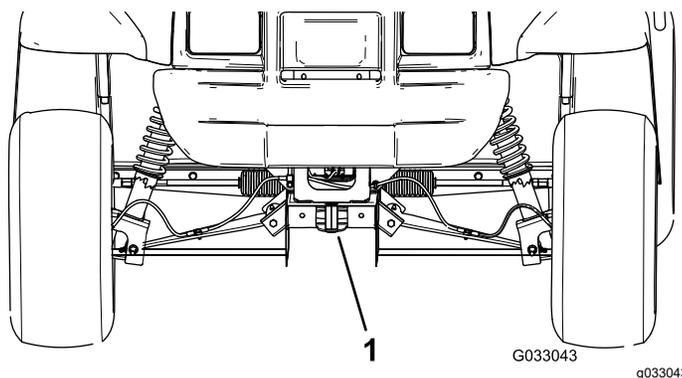
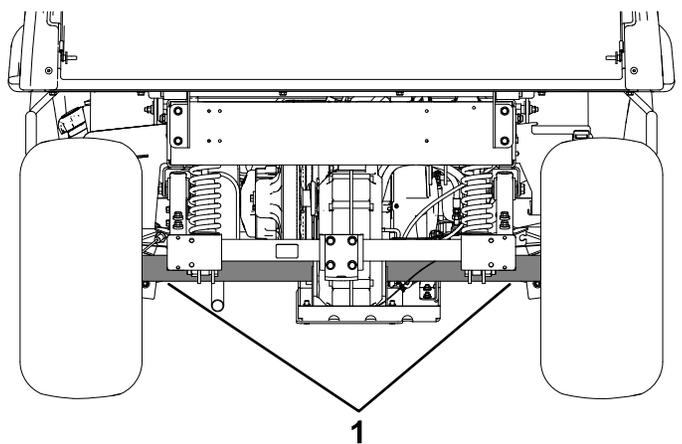

Figura 17
Figura 18
Consulte en la Figura 17 y Figura 18 la ubicación de los puntos de amarre de la máquina.
2. Conecte un cable de remolque al punto de remolque, en la parte delantera del bastidor de la máquina (Figura 17).